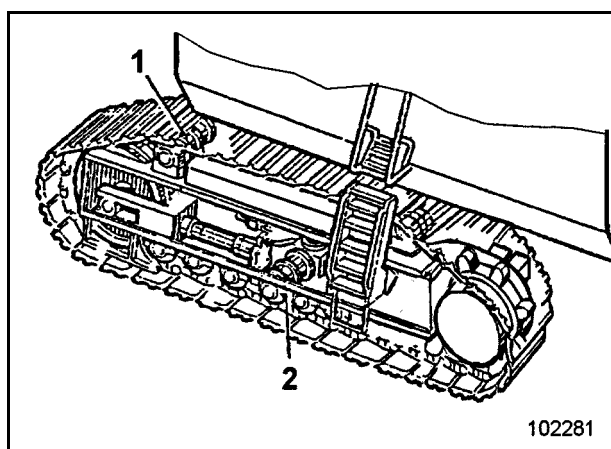

Fig. 3-116:
- Lauf- und Stützrollen (2 und 1, Fig. 3-116:) gründlich reinigen.